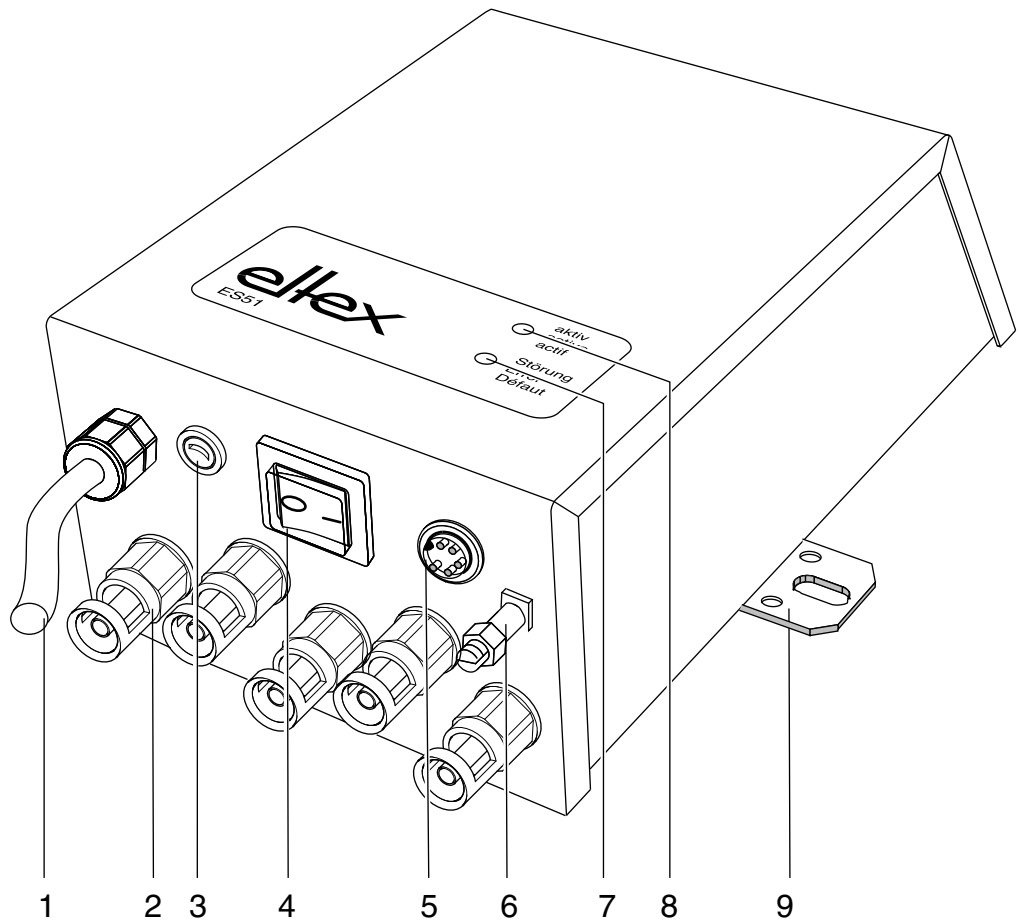

Fig. 1:
- Avant d'activer l'alimentation, s'assurer qu'elle est bien mise à la terre de façon durable via la prise de terre (6, fig. 1). La section du câble de terre doit être d'au moins 1,5 mm2 (voir chapitre 3.2 "Mise à la terre", page 11).
L'alimentation doit être mise à la terre de façon durable par l'intermédiaire de la prise de terre (6, fig. 1). La section du câble de terre doit être d'au moins 1,5 mm2.
La tension d'alimentation provient de la ligne secteur (1, fig. 1) et est raccordée par l'intermédiaire d'une fiche de sécurité (conforme aux normes du pays d'utilisation) ; catégorie de surtension II (exceptions : catégorie de surtension III pour la version ES51/S).